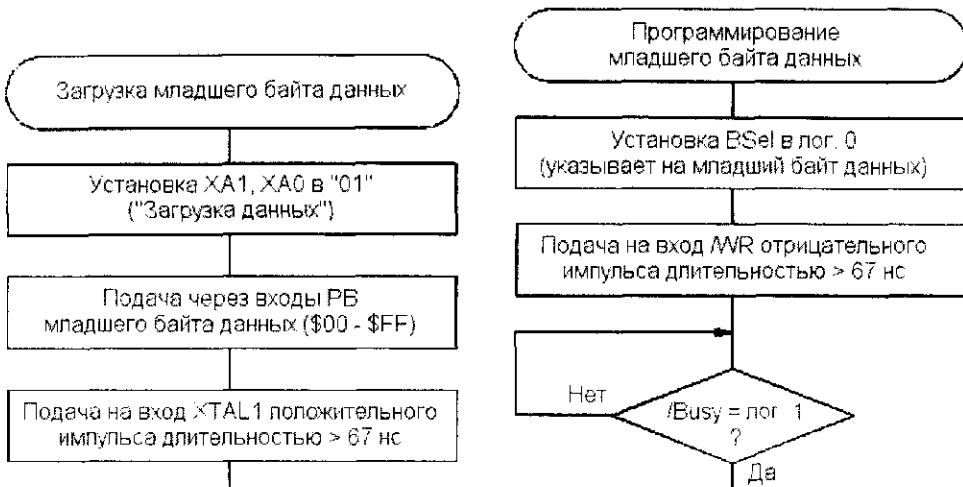

Рис. 11.8. Последовательность действий для загрузки и программирования младшего байта данных
4. Загрузить младший байт данных ($\$00-\FF) в соответствии с рис. 11.8.
5. Запрограммировать младший байт данных в соответствии с рис. 11.8.
2. Загрузить (младший) байт данных в соответствии с рис. 11.8.
2. Загрузить (младший) байт данных в соответствии с рис. 11.8. Лог. 0 в разряде 2 программирует разряд блокировки LB2, а лог. 0 в разряде 1 программирует разряд блокировки LB1. Все остальные разряды байта данных должны содержать лог. 1, поскольку они зарезервированы компанией Atmel.
3. Запрограммировать младший байт данных в соответствии с рис. 11.8.